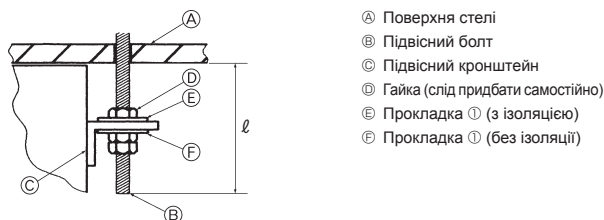

Fig. 3-5
- Ⓔ Прокладка ① (з ізоляцією)
- Ⓕ Прокладка ① (без ізоляції)
4) Підготовка внутрішнього блока (Fig. 3-5)